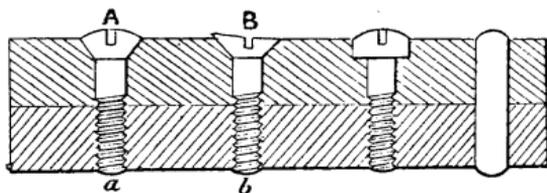

Fig. 295.
**Goutte de suif.** — On donne ce nom à chacune des extrémités de vis (fig. 295), côté tête ou côté